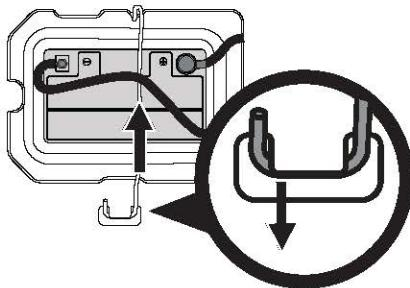

Figure 22
**NOTE :** Le faisceau électrique doit être placé au-dessus de la barre de retenue de la batterie. Autrement, il risque d'être endommagé (Figure 22 à la page 88).
3. Enlevez la tige de retenue de la batterie. Pour ce faire, pressez l'extrémité recourbée pour la faire sortir de la patte sur l'aile à droite de la batterie. Faites pivoter la tige de retenue de la batterie (b) vers le haut et retirez la batterie (Figure 22).